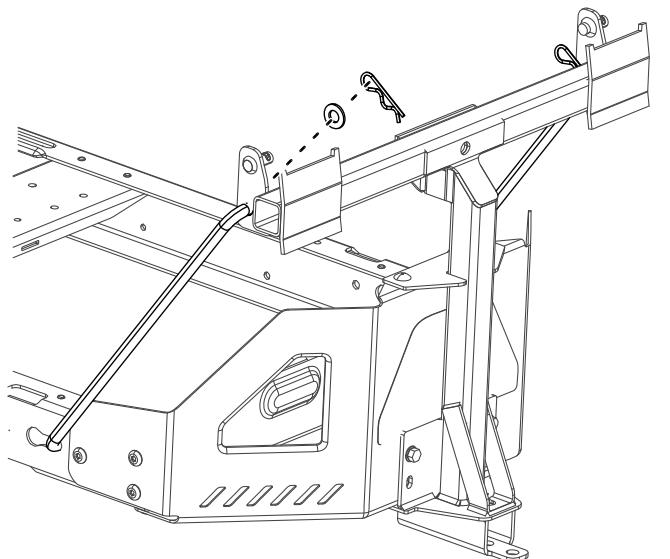

Bild 10
4. Setzen Sie das gebogene, flache Ende einer Stange in den verkeilten Schlitz an der linken Seite des Maschinenrahmens ein und bewegen die Stange nach hinten, damit sie im Rahmen sitzt (Bild 10).
5. Setzen Sie die gebogenen Enden der Stangen in die Anbaugerätbefestigung ein, wie in Bild 10 abgebildet, und befestigen Sie das Ende jeder Stange mit einer Scheibe und einem Splint.
2. Montieren Sie die Schwenkhalterungen am Drehrahmen (Bild 10).